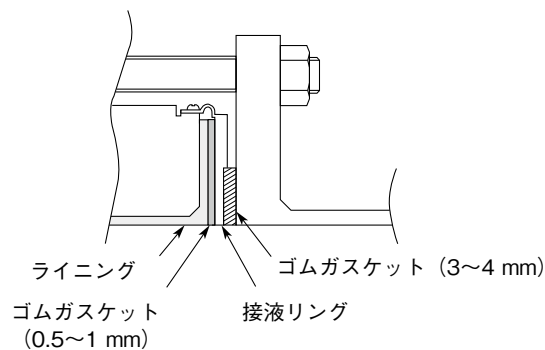

図2-19. 接液リングがSUS材質以外の場合(ゴムガスケット使用)
- ゴムガスケットを使用し、締付トルクを小さくして設置する場合は 図2-19を参照してください。
次に、PTFEガスケットを取り外し、代わりに厚さ3～4 mmのゴムガスケットを装着します。この状態で、図2-19のように配管に取り付けてください。締付トルクは、ゴムガスケットの液シールに必要な締付トルクとなります。この場合、2種類のゴムガスケットは同一材質の物を使用してください。